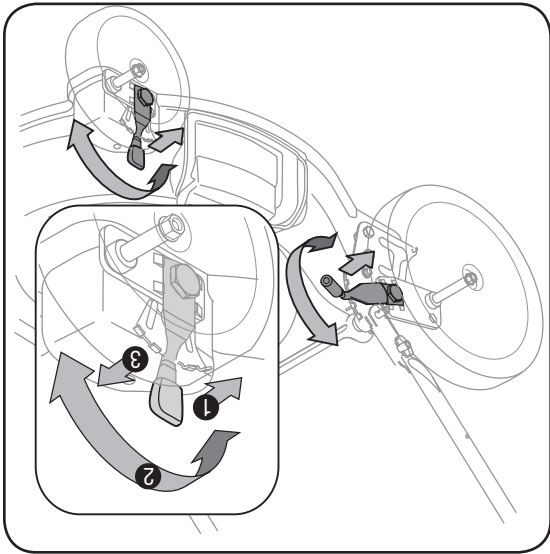

Figure 5
5. Un levier de réglage se trouve sur chacune des roues et permet de modifier la hauteur de coupe, poussez le levier de réglage des roues vers la roue et déplacez-le vers le haut ou le bas à la hauteur choisie. Voir la Figure 5.